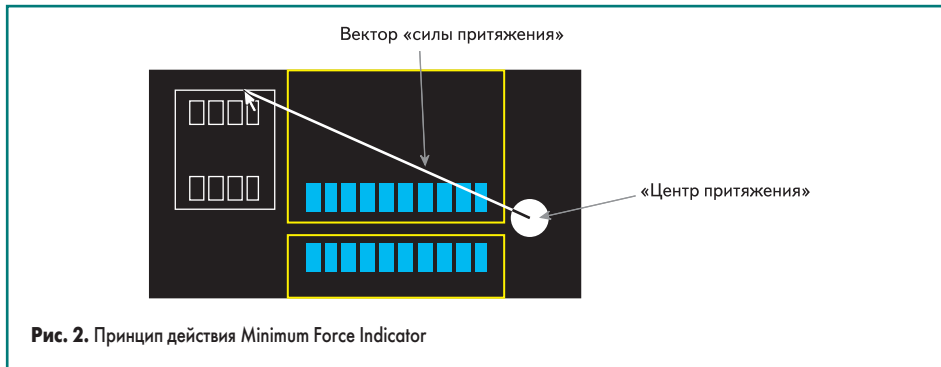

Рис. 2. Принцип действия Minimum Force Indicator
- Minimum Force Indicator — включает отображение так называемого вектора «силы притяжения» от перемещаемого компонента к некоторой точке на топологии. Эта точка называется «центром притяжения», а ее положение определяется как некий геометрический центр фигуры, образованной выводами компонентов, связанных с перемещаемым компонентом (рис. 2). Размер точки увеличивается по мере удаления от нее.